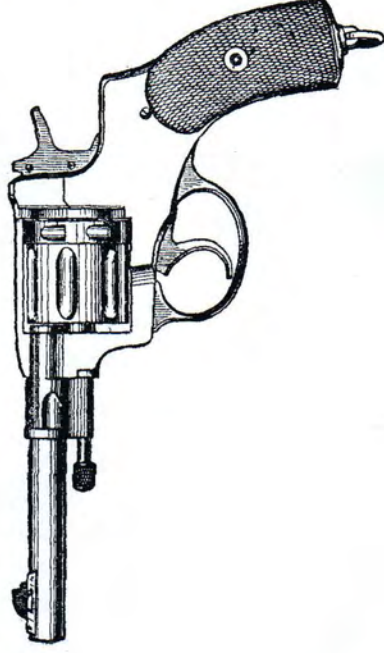
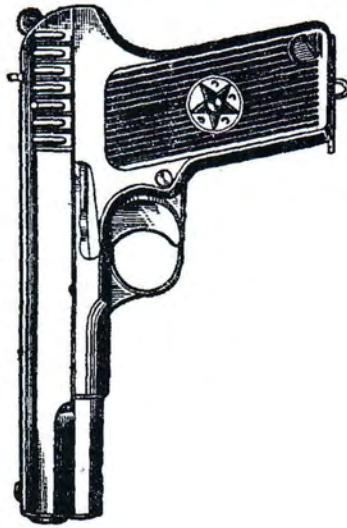

Рис. 1. Револьвер обр. 1895 г.
Рис. 2. Пистолет обр. 1933 г.
1. Револьвер обр. 1895 г. (рис. 1) и пистолет обр. 1933 г. (рис. 2) служат для нападения и защиты на коротких расстояниях (до 50 м) и в рукопашной схватке.